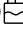

Afb. 6
(1) Zorg ervoor dat bij het gebruik van het apparaat de zuigopeningen 23/31 van de kussenzuigmond 22 resp. de spleetzuigmond 24 niet geblokkeerd raken door rondslingerende losse voorwerpen, pluizen, haren, enz. Dat kan leiden tot beschadiging van de kussenzuigmond 22 resp. de spleetzuigmond 24, waardoor ze niet goed meer functioneren.
(2) Raadpleeg voordat u begint met reinigen van kussens/vloerbedekkingen het label van de fabrikant om te zien of er bijzondere onderhoudsinstructies zijn. Het apparaat is niet geschikt voor kwetsbare stoffen (van bijv. zijde, leer of Flokati). (3) Voer bij gebruik van reinigingsmiddelen (schoonmaakazijn en kussenreiniger) altijd eerst op een onopvallende plaats een proefreiniging met het apparaat uit om de kleurechtheid vast te stellen. (4) Het apparaat moet voorafgaand aan het gebruik correct zijn gemonteerd en het schoonwaterreservoir 2 moet zijn gevuld. (5) Schakel het apparaat uit voordat u de kussenzuigmond 22 en de spleetzuigmond 24 omwisselt. (6) Als het vuilwaterreservoir 7  vol is, sluit de vlotter 6 de zuigopening en werkt het apparaat met een hoger toerental. Schakel het apparaat onmiddellijk uit (zie het hoofdstuk 7.1. **Vuilwaterreservoir reinigen**).
- ◆ Houd de kussenzuigmond 22 2-3 cm boven het te reinigen oppervlak en druk op de sproeiknop 20 om water/reinigingsoplossing uit de sproeikop 26 aan te brengen (zie afb. 6).